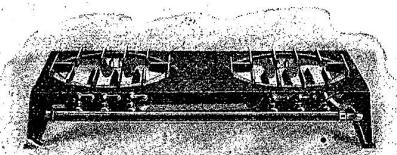

Fig. 3.
- III. Kocher mit Schlitzbrennern (Fig. 3).